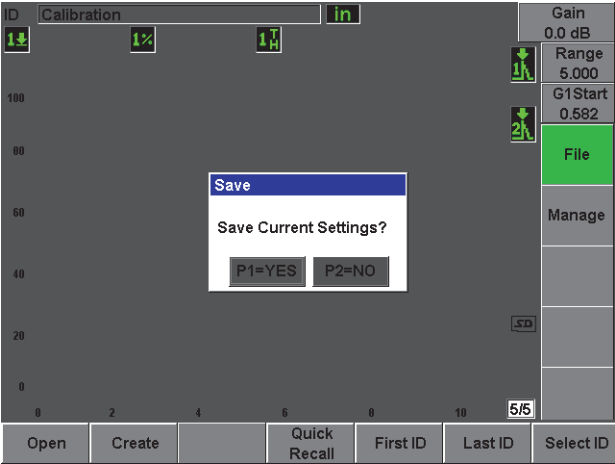

图 2-22 保存对话框
10. 按 **Save**（保存）（参见第 51 页的图 2-22）。